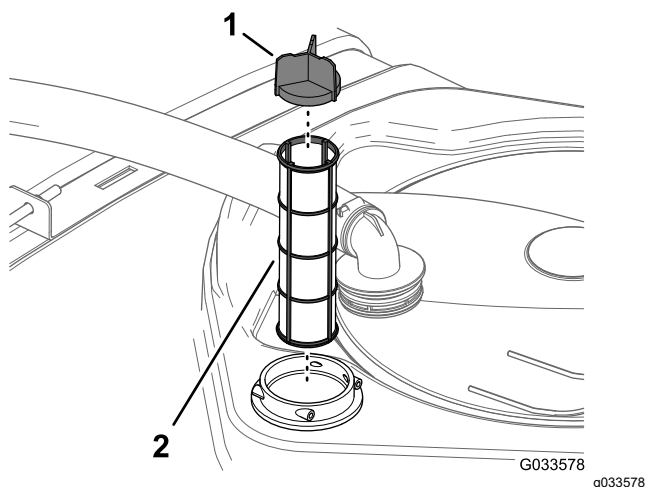

Figure 60
4. Sortez l'ancien filtre d'aspiration de son logement dans la cuve (Figure 60).